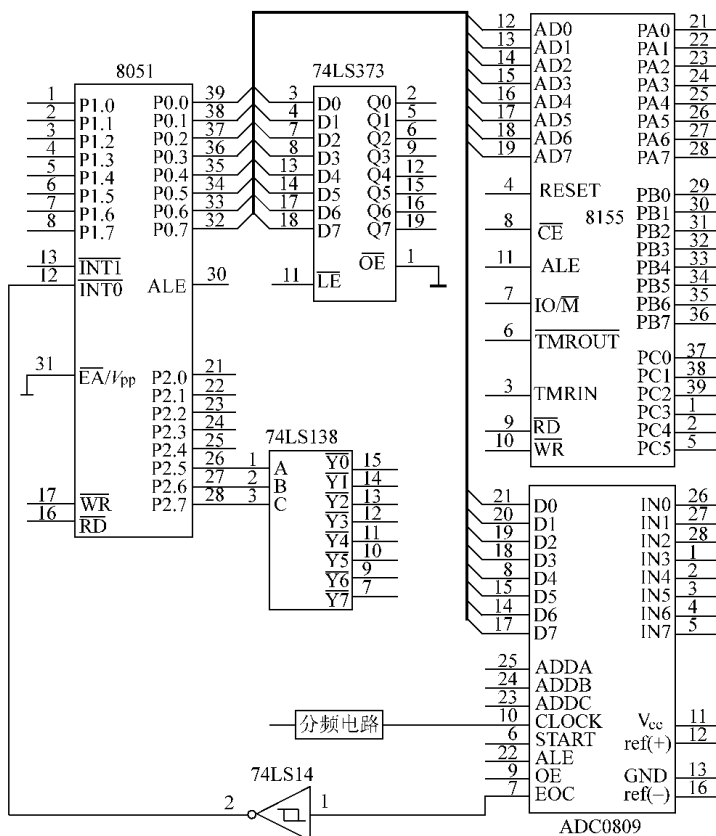

图 10-6 MCS-51 应用接口电路
3. 图 10-6 所示的 MCS-51 系统扩展了一片 ADC0809 和一片 8155, 但电路未完成, 现要求: